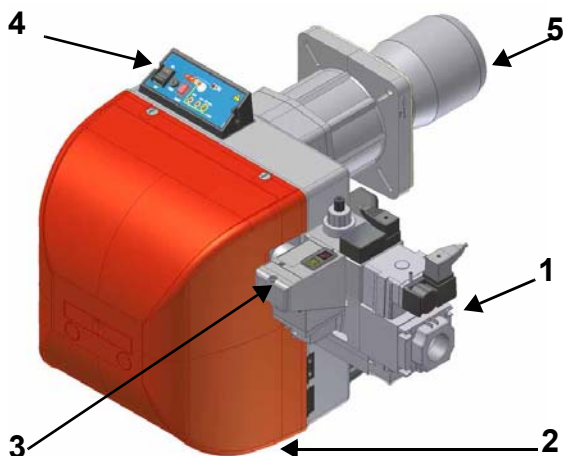

Fig. 30
- 1 avviare il bruciatore portando a ON l'interruttore principale **A** del bruciatore: in caso di blocco (segnalato dal LED **B** del quadro di controllo) premere il pulsante RESET (**C**) presente sul cofano del bruciatore oppure sul quadro del bruciatore (vedi Fig. 30).